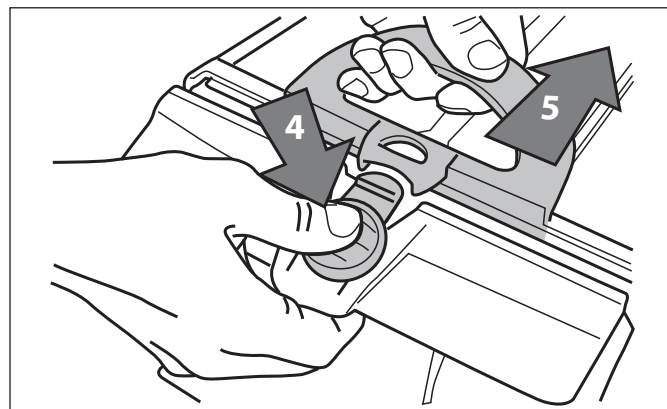

Figure 26. Ouvrir le sac filtrant
7. Appuyer sur le bouton de déverrouillage rapide de l'assemblage du sac métallique (4) et retirer l'ensemble filtre pour l'ouvrir (5). Se référer à la Figure 26.